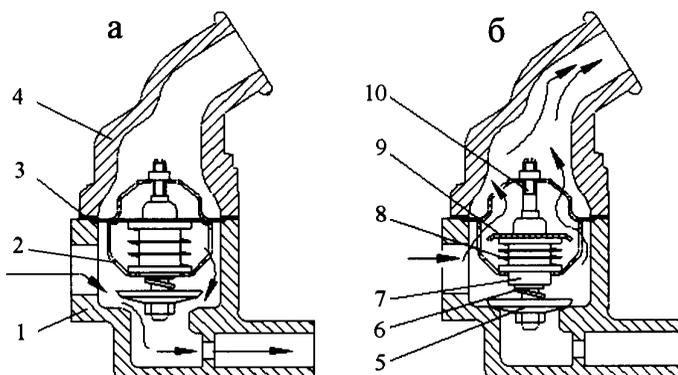

Рис. 4.32. Схема работы термостата:
**Термостат** (рис. 4.32) -с твердым наполнителем, помещается в корпусе.